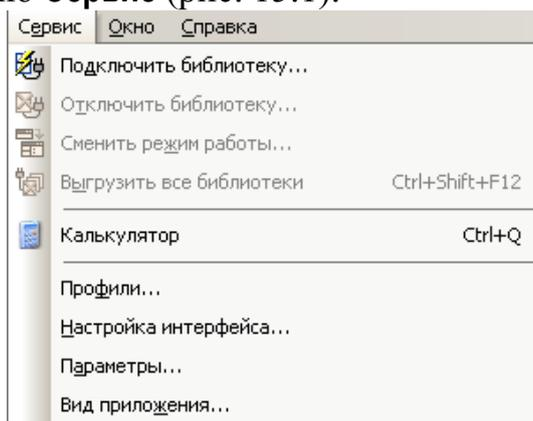

Рис. 15.1. Меню **Сервис**.
1.3. Откройте меню **Сервис (рис. 15.1).**